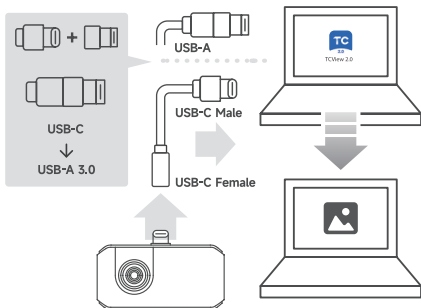

Рисунок 3.2.1
2. Подключите камеру M192 к компьютеру на базе Windows с помощью прилагаемого кабеля-адаптера (см. рисунок 3.2.1).